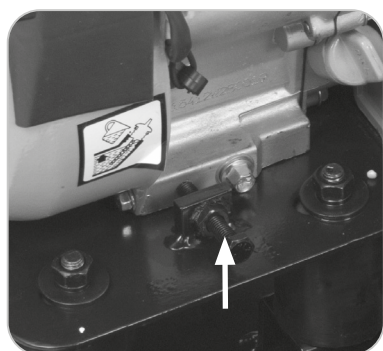

Fig. 19
- Allentare i quattro (4) bulloni a testa esagonale con una chiave adeguata (non in dotazione).
- Far scorrere il motore in avanti e indietro per modificare la tensione della cinghia di trasmissione. Sulla parte anteriore del motore è presente una vite di regolazione (**Fig. 19**) che favorisce il preciso posizionamento dello stesso.